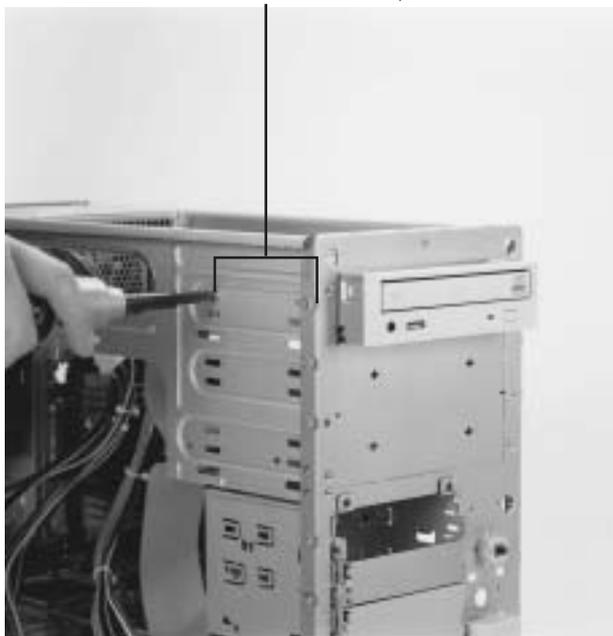

Рис. 23.24. Закрепление накопителя в корпусе с помощью винтов
3. Теперь прикрутите винтами (чаще всего четырьмя) накопитель к корпусу (рис. 23.24).